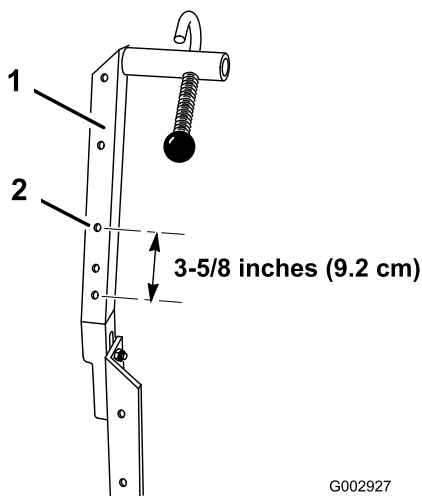

Figura 8
- Em máquinas com número de série 259999999 e inferiores, equipadas com rampa standard, faça um furo (com 0,9 cm de diâmetro) no suporte direito da rampa, localizado 9,2 cm acima do centro do orifício mais baixo (Figura 8).